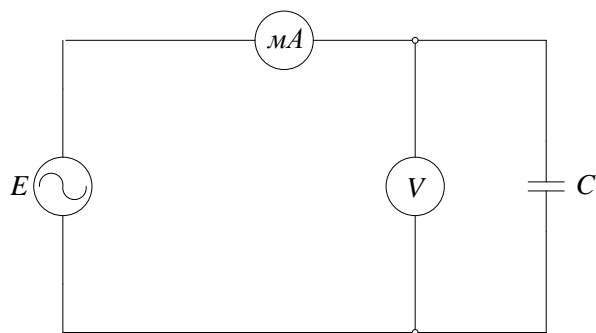

Рис.10 Электрическая цепь переменного тока
1. Собрать цепь согласно схеме (рис.10);